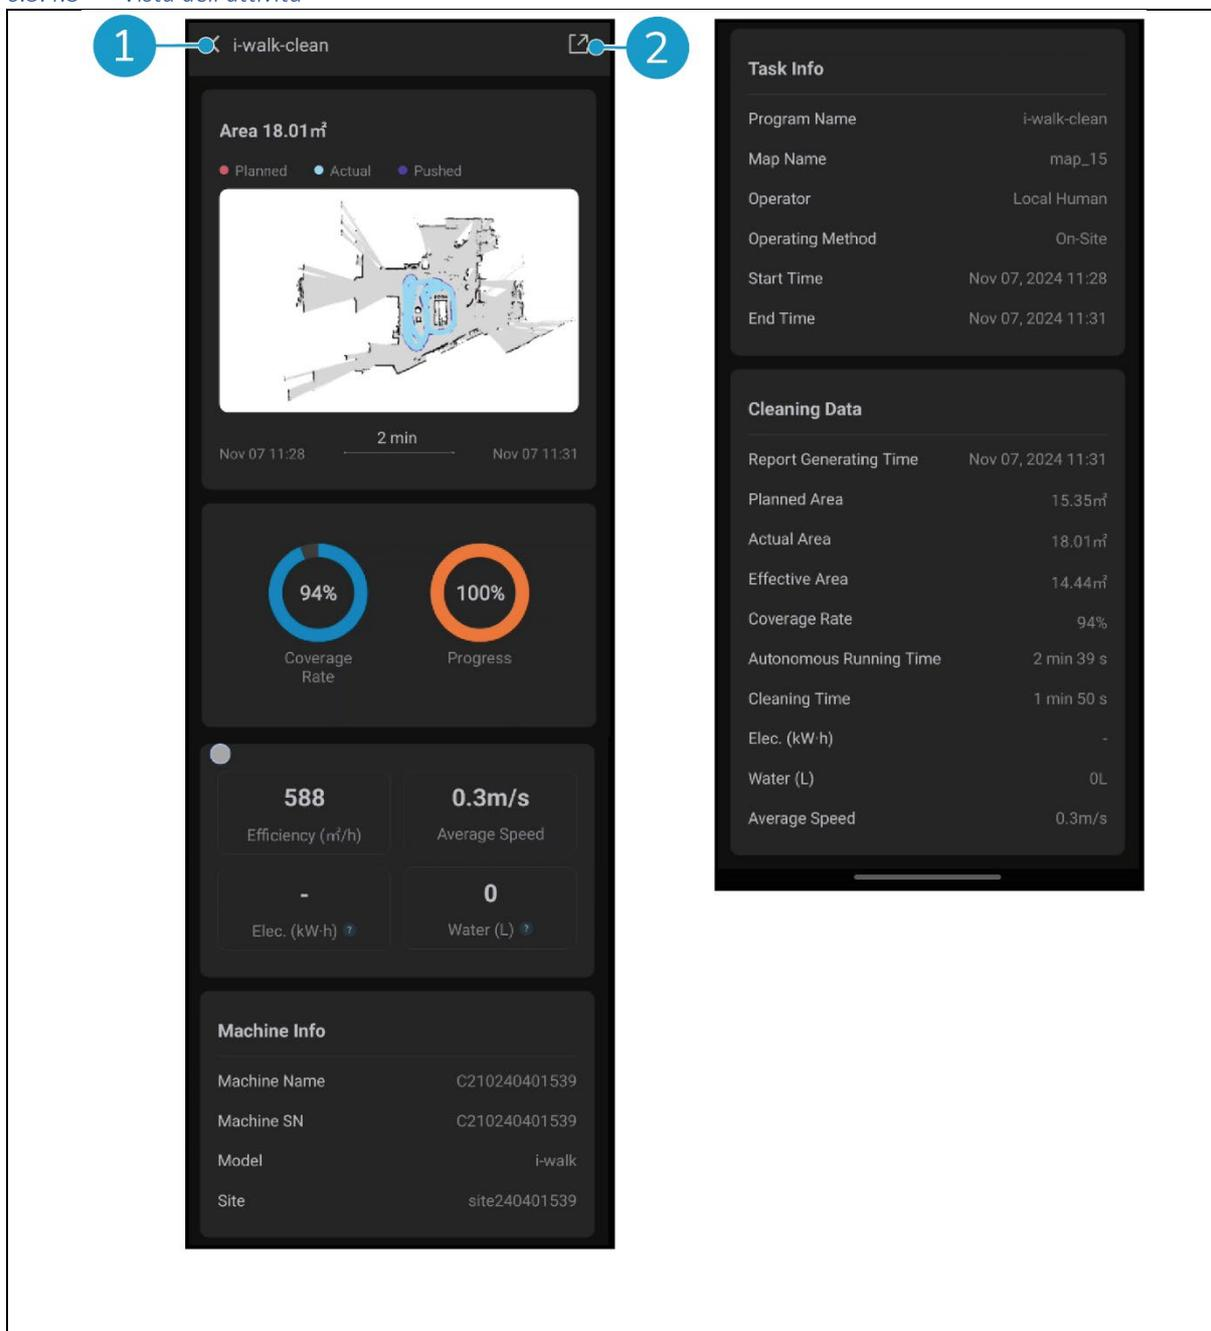

Figura 35
- Toccare il pulsante [\[Condividi\]](#) (Figura 35, pos. 2) per condividere o esportare le informazioni sull'attività di pulizia.